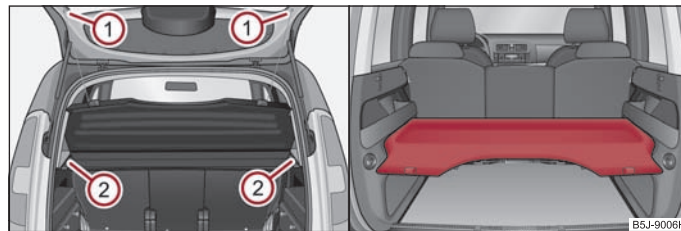

Abb. 60 Ausbau der Gepäckraumabdeckung / Gepäckraumabdeckung in der unteren Position ▶
- Hängen Sie die Haltebänder aus ① ⇒ Seite 64, Abb. 60.
- Die Gepäckraumabdeckung nehmen Sie aus den Haltern ② heraus, entweder durch Ziehen nach hinten oder durch leichtes Klopfen auf die Unterseite der Gepäckraumabdeckung im Bereich zwischen den Haltern.
- Beim Wiedereinbau schieben Sie zuerst die Gepäckraumabdeckung in die Halterung ② und hängen dann die Haltebänder ① an der Gepäckraumklappe ein.
Sie können die Gepäckraumabdeckung auch in der unteren Position auf den Stützelementen anbringen ⇒ Seite 64, Abb. 60 rechts.